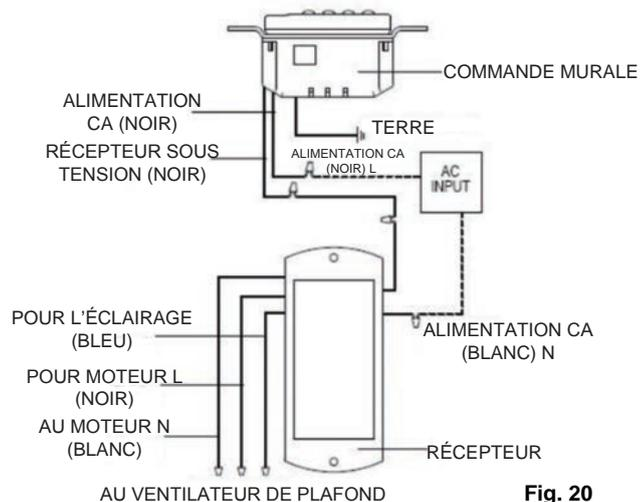

Fig. 20
Étape 2. Établissez les connexions électriques tel qu'indiqué sur la Fig. 20. Si votre boîte à prises est munie d'un fil de terre (vert ou cuivre nu), connectez le fil de terre de l'émetteur directement à l'une des vis de la boîte à prises. Sécurisez toutes les connexions de fils avec les connecteurs en plastique (fournis).